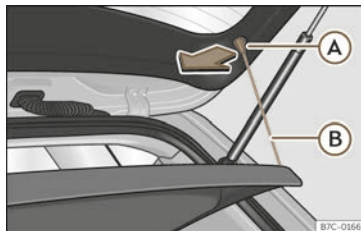

Abb. 186 Im Gepäckraum: Gepäckraumabdeckung aus- und einbauen.
- Hängen Sie die Haltebänder >>> (Abb. 186) B aus den Aufnahmen A aus.
- Hängen Sie die Haltebänder >>> (Abb. 186) B an der Heckklappe ein.